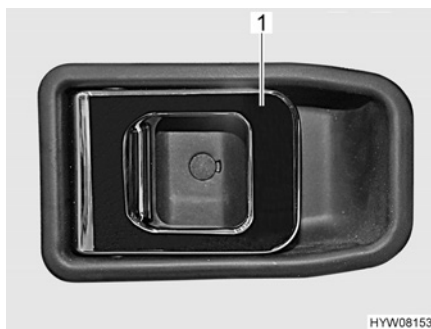

Bild 19 Dörrlås (förardörr, insida)
- Öppna:** ■ Drag i handtaget (Bild 19,1). Dörrlåset låses upp.
- Låsa:** ■ Tryck på handtaget (Bild 19,1) i greppkåpan. Dörrlåset är låst.